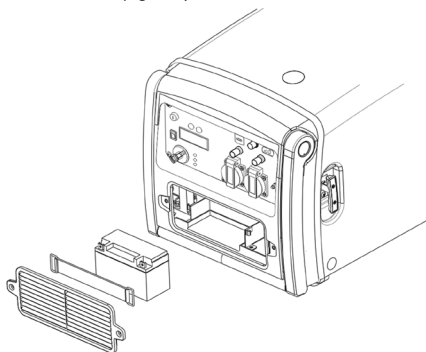

Fig. 29 – Removiendo la tapa de protección de la batería
1. Suelte los tornillos y remueva la tapa de protección de la batería (fig. 29);